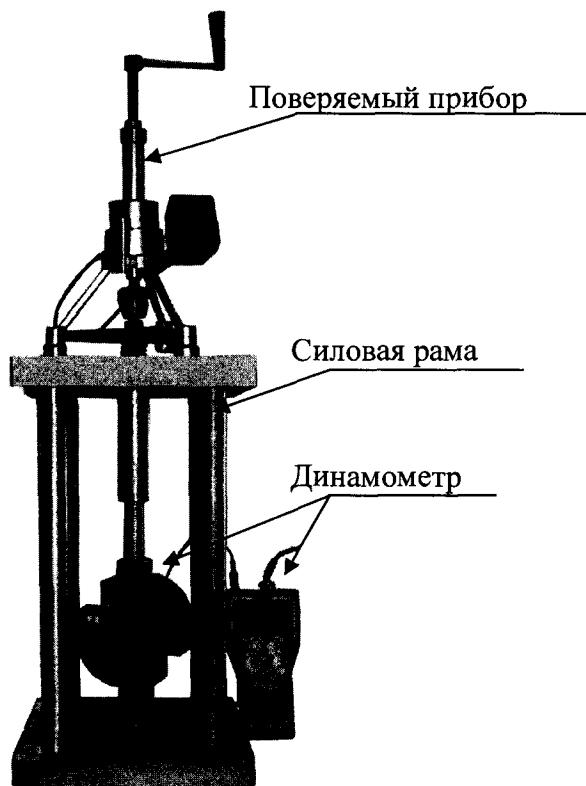

Рисунок 3 – Установка прибора при поверке
4.5.4.1 Динамометр устанавливают между нижней и верхней плитой силовой рамы, поворяемый прибор устанавливают опорами на верхнюю плиту силовой рамы. Схема установки прибора при поверке на рис. 3. Вращая регулировочную гайку по часовой стрелке, выбирают зазоры в винтовых соединениях, включают питание и производят автоподстройку прибора согласно руководству по эксплуатации.